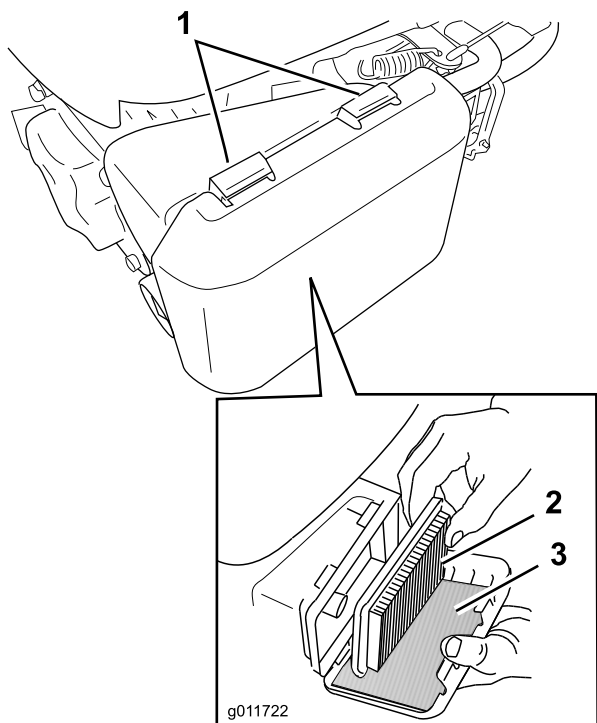

Figura 25
1. Premete sulle linguette di chiusura sul coperchio del filtro dell'aria (Figura 25).
3. Estraete il filtro aria di carta e il prefiltro in schiuma sintetica (Figura 25).